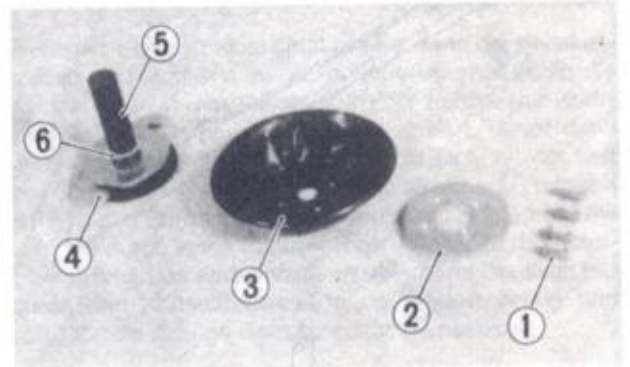

Bild 73
- Nach dem Lösen der vier Schrauben können die mit der Membrane zusammenhängenden Teile ausgebaut werden (Bild 73).